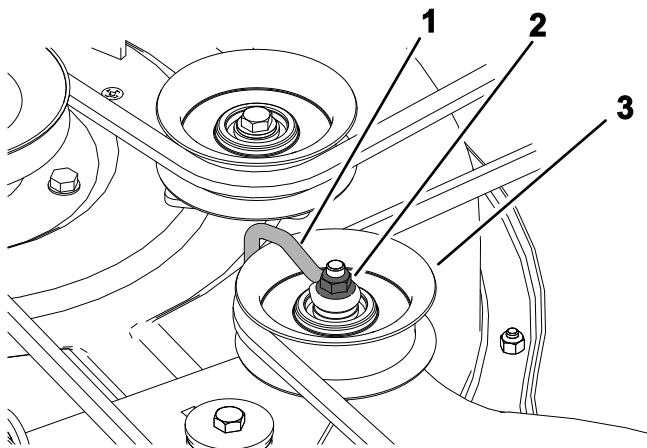

Figure 56
- 6. Sur les plateaux à 3 lames, desserrez les écrous qui fixent le fil métallique à la poulie de tension (Figure 56).
Remarque: Placez le fil métallique contre le bras de la poulie de tension, comme montré à la Figure 56.